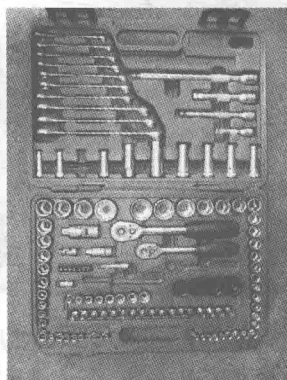

图 1-1-6 组合工具
2) 棘轮手柄配合套筒使用时, 应先用其他扳手把螺栓、螺母拧松后再使用棘轮扳手 (图 1-1-6)。